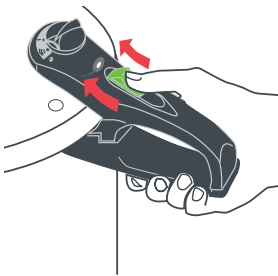

Fig.6
Bouton d'ouverture (4) Pour ouvrir le couvercle, faites coulisser le bouton d'ouverture **VERS L'AVANT (VERS L'INDICATEUR DE PRESSION)**, comme indiqué sur la Fig. 6. Si vous ne fermez pas le couvercle correctement le bouton d'ouverture ne bougera pas. Et si vous mettez l'autocuiseur sur le feu, la vapeur sera évacuée.